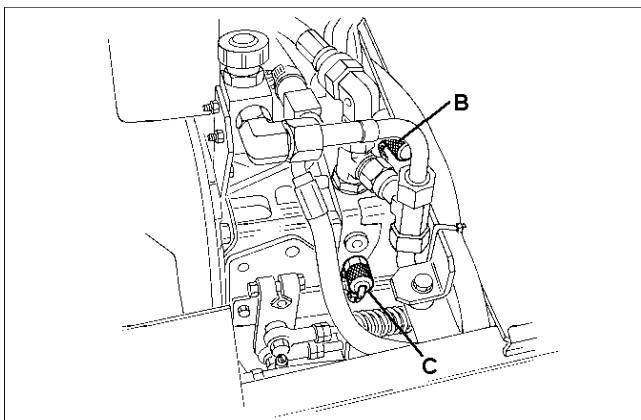

Fig.52
PRÜFANSCHLÜSSE (Bild 52 und 53)
1. Fahrtriebsdruck vorwärts 210 bar (C Bild 52).
3. Speisedruck 14 bar (B Bild 52):